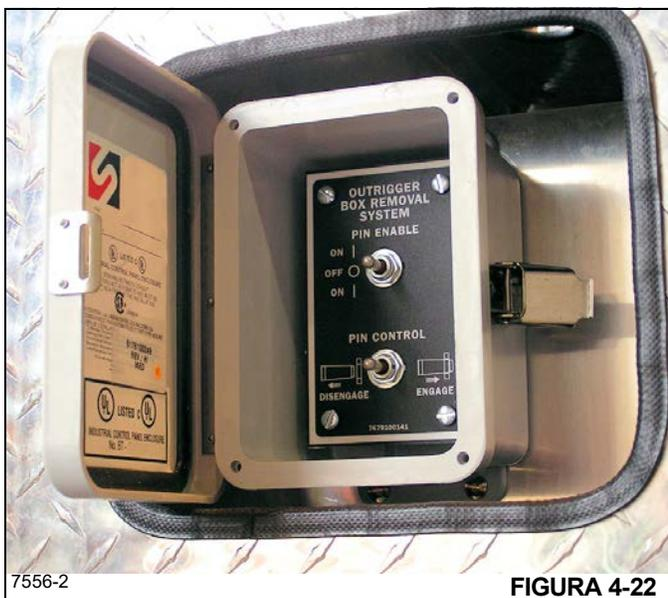

FIGURA 4-22
No active ninguno de los interruptores del control en la (Figura 4-22) hasta que esté totalmente familiarizado con el procedimiento de instalación y retiro de la caja de estabilizador.
4. Con el control correcto para el retiro de la caja de estabilizador: ya sea en el guardabarros delantero izquierdo para la caja de estabilizadores delanteros o en el guardabarros trasero derecho para la caja de estabilizadores traseros, mantenga el interruptor de habilitación de pasadores en la posición de conectado (Figura 4-22) y empuje el interruptor de control de pasadores a la posición de desconectado hasta que las varillas de cilindro de pasador se retraigan completamente.
No active ninguno de los interruptores del control (Figura 4-22) hasta que esté totalmente familiarizado con el procedimiento de instalación y retiro de la caja de estabilizador.
7. Utilizando la caja correcta de control remoto de pasadores, mantenga el interruptor de habilitación de pasadores en la posición de conectado y mantenga el interruptor de control de pasadores en la posición de engrane (Figura 4-22).